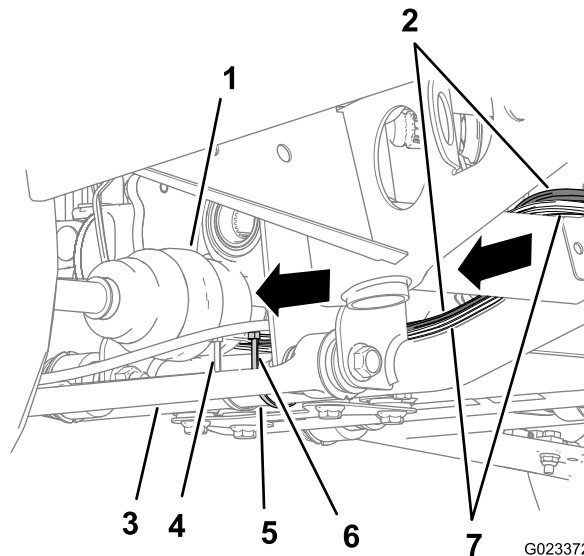
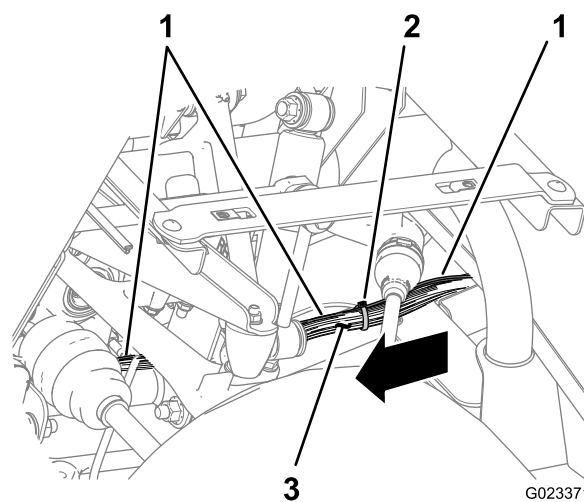
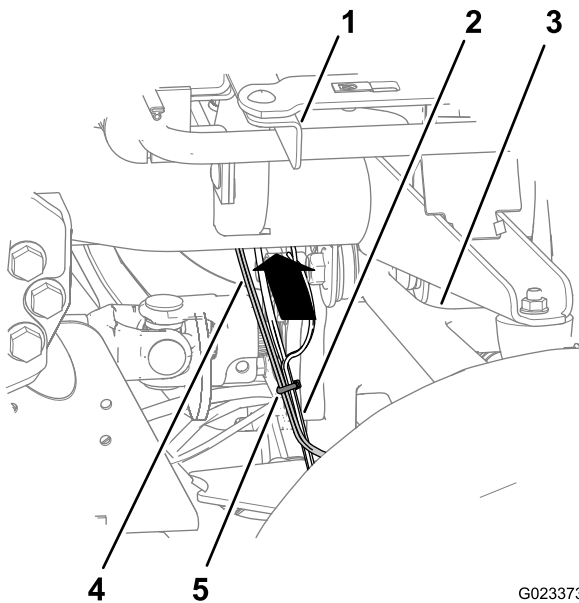

Figure 26
Figure 27
Figure 28
5. Continuez d'acheminer le faisceau du kit le long du tube de cadre inférieur, puis derrière le bras de commande supérieur et le profilé de support arrière du siège (Figure 26, Figure 27 et Figure 28).
- Au moyen de 2 serre-câble, attachez le faisceau du kit au faisceau principal arrière aux 2 emplacements indiqués à la Figure 27 et Figure 28.
- Au moyen d'un serre-câble, attachez le faisceau du kit au tube de cadre inférieur à l'emplacement indiqué à la Figure 26.